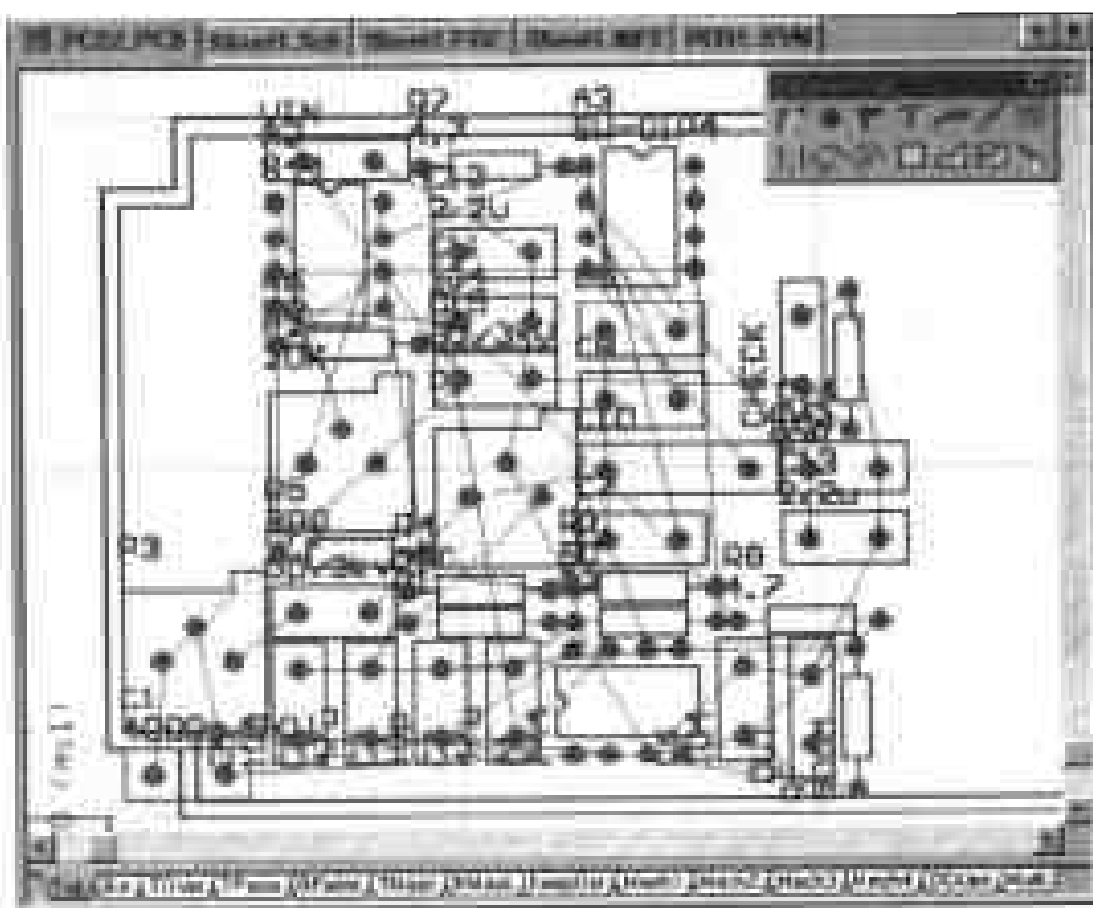

图 8-27 元件自动布局的结果
(3) 由于本例要设计的电路板比较简单,元件比较少,因此单击 Cluster Placer 单选钮,采用成组布局的方式;同时激活 Quick Component Placement 复选框,单击此复选框,使用快速元件布局功能。
(4) 单击对话框底部的 OK 命令按钮,返回工作窗口,元件将自动分布在电路板的布线范围之内,如图 8-27 所示。